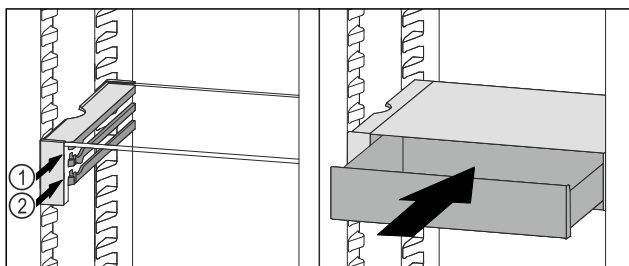

Fig. 185
- Placer le tiroir VarioSafe derrière les butées sur la nervure désirée *Fig. 185 (1)* ou *Fig. 185 (2)*.